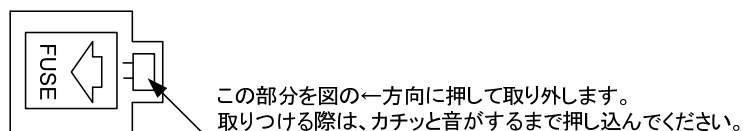

図 2-3. 保護用ヒューズの交換
3. 背面パネルのヒューズホルダからヒューズを取り出し、適合するヒューズに変更します。◆ 図 2-3. 参照